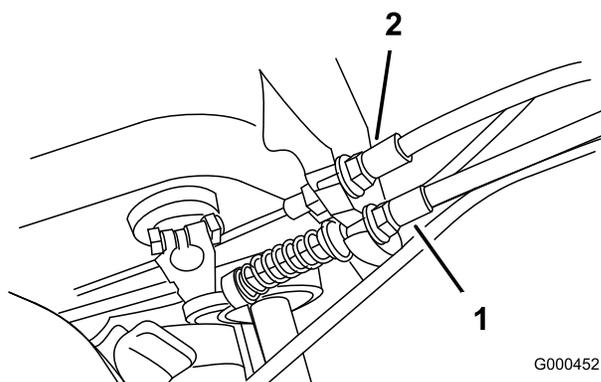

図 29
2. ブレーキ・ケーブルの前ジャム・ナットをゆるめ、後ジャム・ナット（図29）を締めてケーブルの張りを出し、2.7～4.1 kgの力でブレーキが作動するようにする。力の計測はレバー・ノブの部分で行う。ブレーキ・バンドが締めりっぱなしにならないよう注意すること。